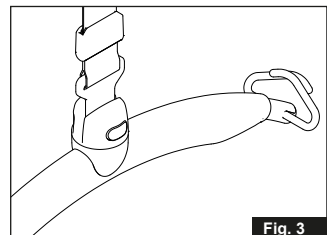

Fig. 3
3. Vri stroppefestet loddrett (fig. 3).